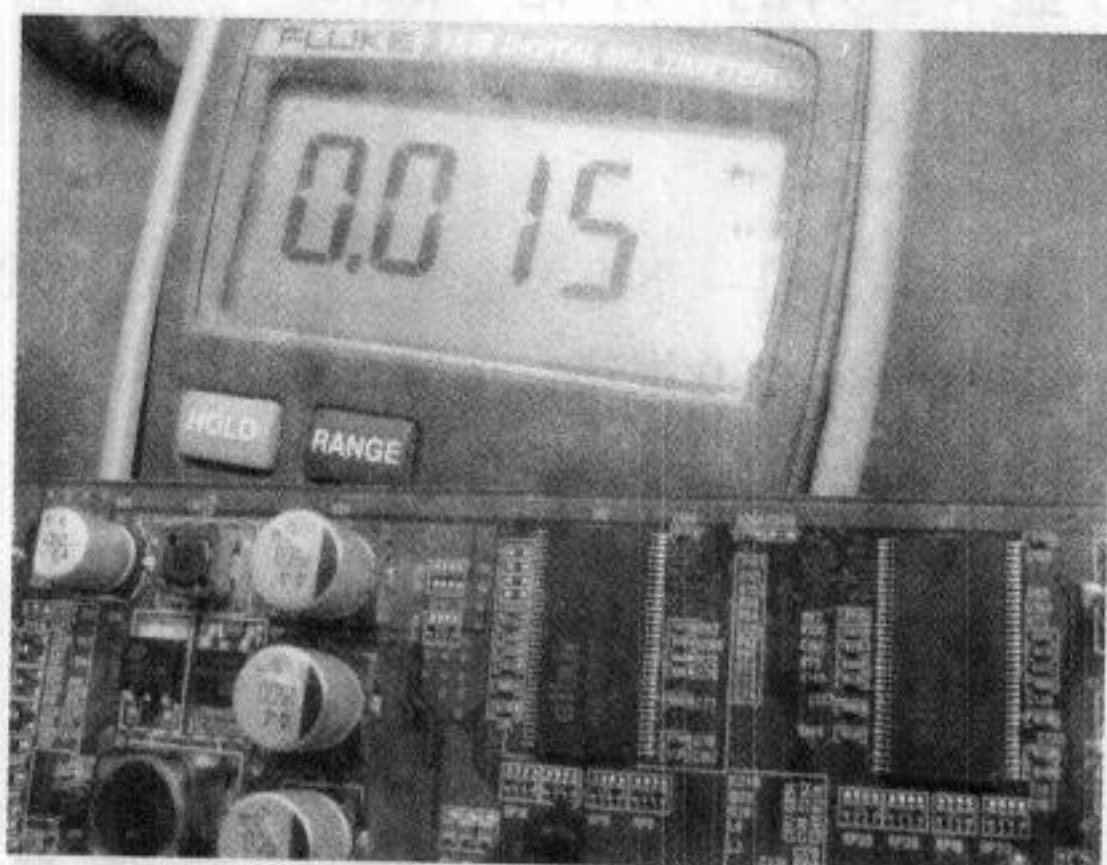

图 5-59 显存短路
(6) 量排阻靠近显存的一端, 值更小, 说明是显存短路, 如图 5-59 所示。